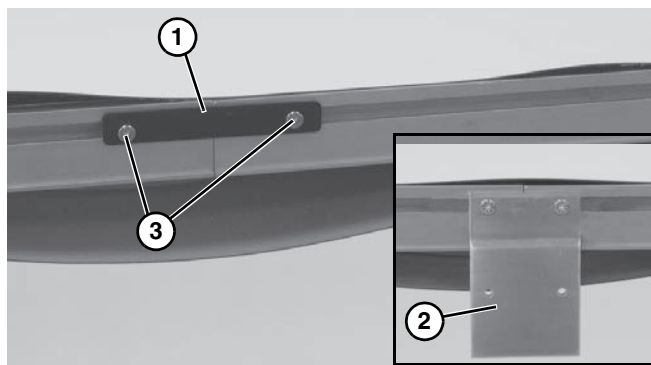

Figure 6
- Förderer vereinen und Rahmenverbindungsplatten (**Figure 6, item 1**) oder Verbindungskammern/Halterungen (**Figure 6, item 2**) und Schrauben (**Figure 6, item 3**) wie gezeigt an beiden Seiten montieren. Schrauben mit einem Drehmoment von 7 Nm (60 in-lb) anziehen.